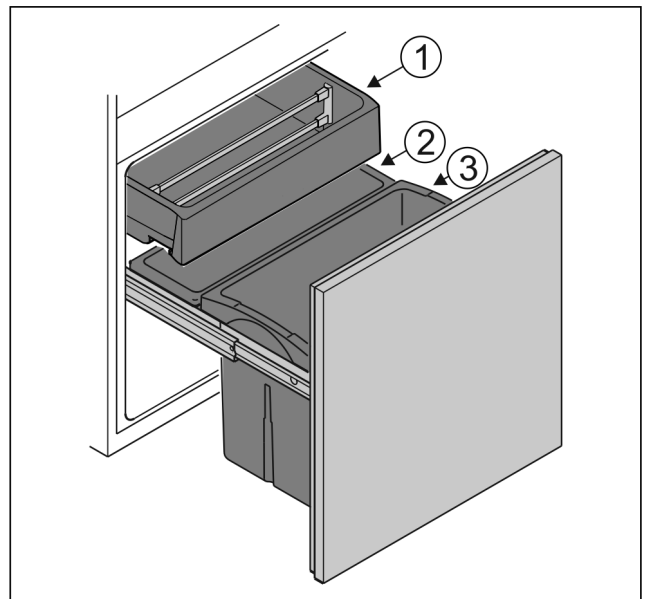

Fig. 6
- ▶ Contenitore Fig. 6 (1): Conservare la verdura non confezionata e la frutta esotica.
- ▶ Contenitore Fig. 6 (2): Conservare la frutta e la verdura di piccole dimensioni non confezionate.
- ▶ Contenitore Fig. 6 (3): Conservare le bottiglie singole.